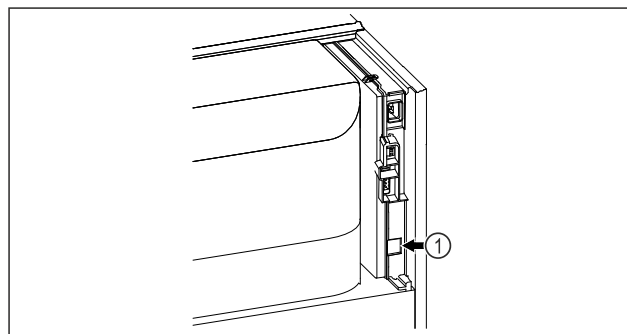

Fig. 184
- ☐ Le SmartModule Fig. 184 (1) est installé.